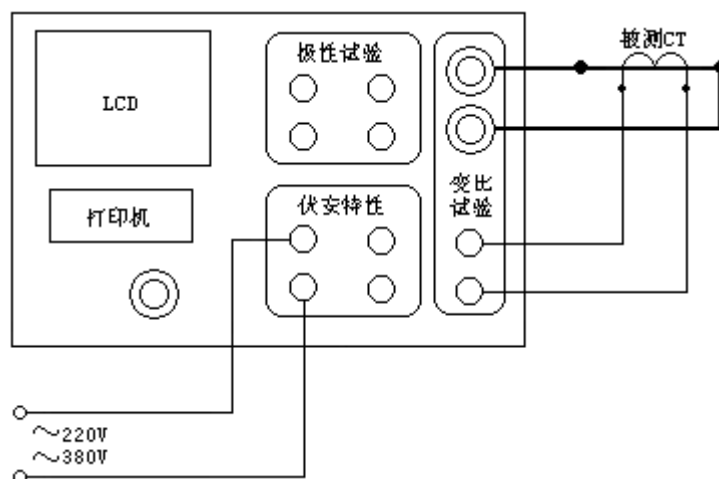

图 15
2.1) 试验接线：变比极性试验的原理接线图如图 15 所示。